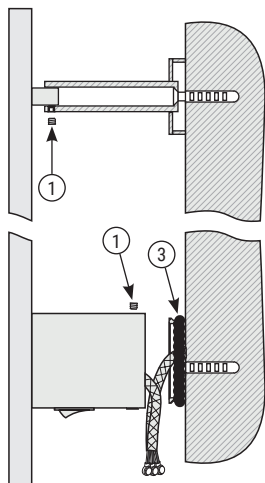

Рис.15
5.19. Установить круглую заглушку на нижней стороне соединительной коробки вместо заглушки с отверстием (рис. 15).
5.20. Произвести «черновой» монтаж ЭПС, используя стопорные винты, с максимальным вылетом от стены (рис. 15).
5.22. Произвести герметизацию шва силиконовым герметиком по контуру примыкания коробки и стены (рис. 15).